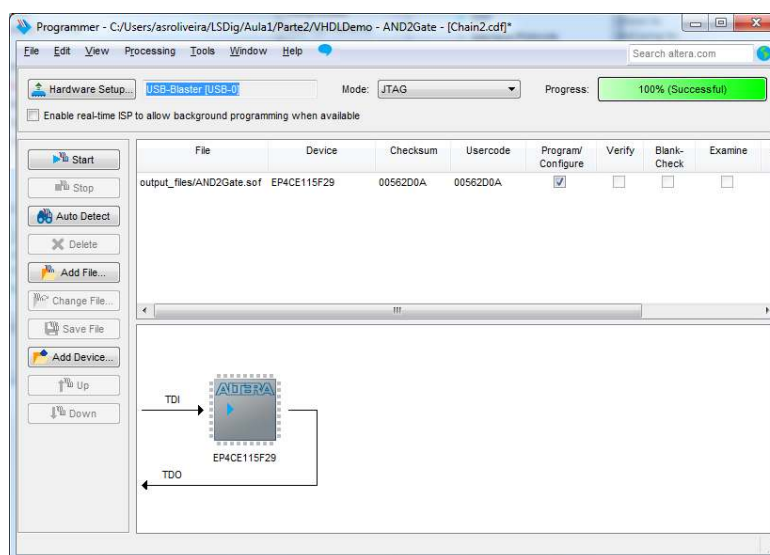

Figura 44 – Janela da aplicação após programação da FPGA.
15. No final do processo de compilação, programe a FPGA. Quando estiver concluída (com sucesso) a programação da FPGA, a aplicação de programação deve apresentar o aspeto da Figura 44.